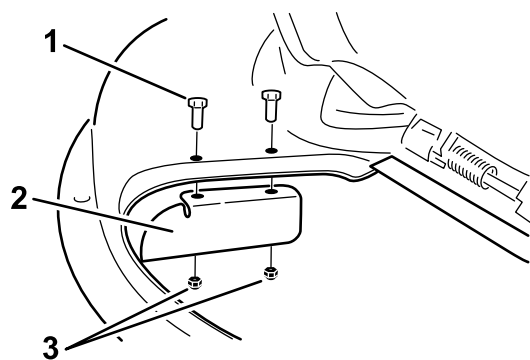

Figura 33
9. Instale la placa deflectora en la carcasa de corte Figura 33. Sujete la placa deflectora a la carcasa de corte con las dos contratuercas (5/16 pulgada).
3. Retire la placa deflectora de la carcasa de corte (Figura 33).